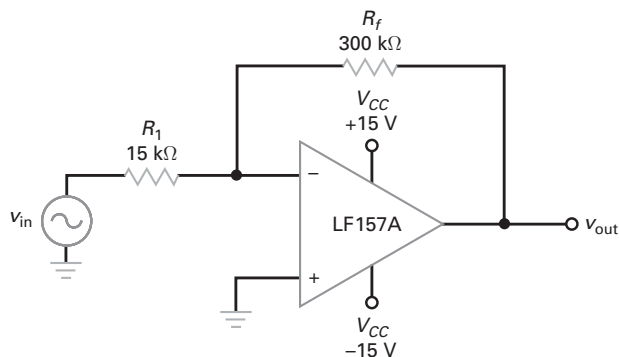

Figura 16-31
- 16-8** Qual a tensão de saída na Figura 16-31 quando v_{in} é zero? Use os valores típicos da Tabela 16-1.
- 16-9** A folha de dados de um LF157A fornece os seguintes parâmetros de pior caso: $I_{in(bias)} = 50 \text{ pA}$, $I_{in(off)} = 10 \text{ pA}$ e $V_{in(off)} = 2 \text{ mV}$. Recalcule a tensão de saída quando v_{in} é zero na Figura 16-31.